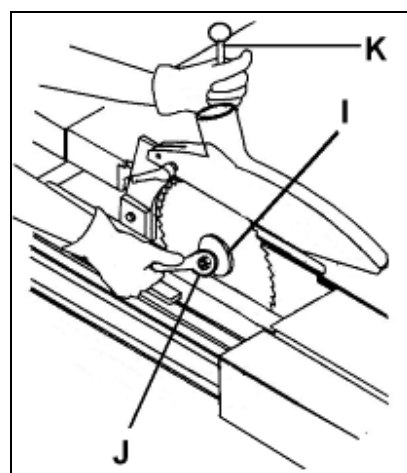

Fig 14
Lösen Sie die Spannmutter (J, Fig 14). Sichern Sie dabei die Sägewelle mit dem Steckstift (K) gegen Verdrehen.